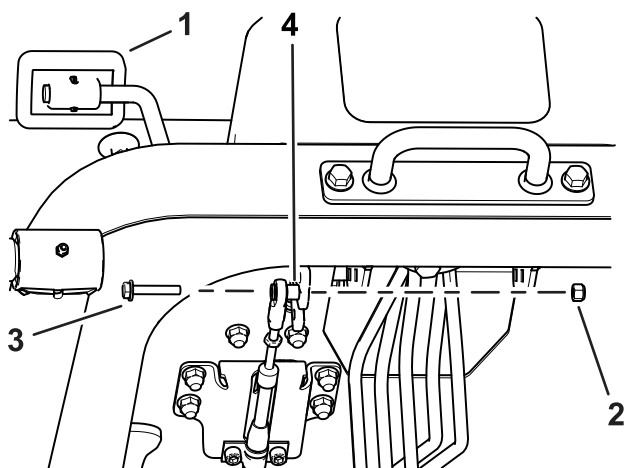

Figura 1
3. Retire la tuerca, el perno y el espaciador que sujetan el cable al pedal de tracción y gire el pedal hacia el asiento (Figura 1).